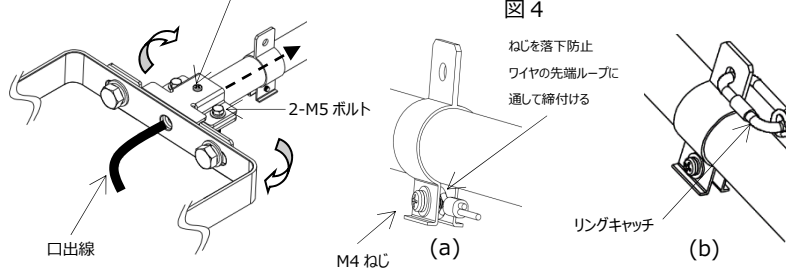

図 4
3. 適合器具を器具取付金具に 2-M10 ボルトで適正締付トルク 24.5~30N・m で確実に取付けてください(図 4)。**取付けに不備がありますと、落下による事故の原因となります。**